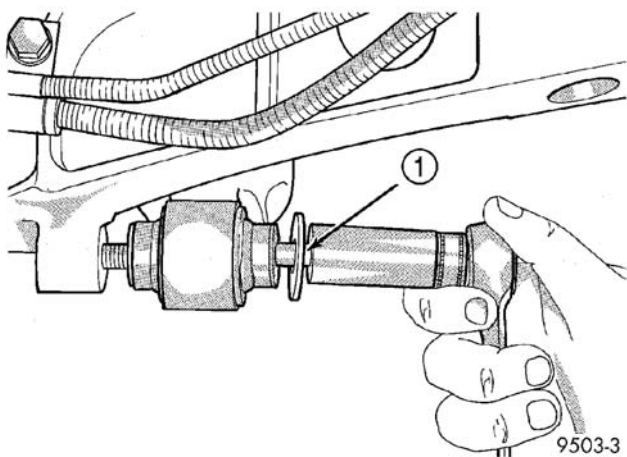

图 32 后减振器固定螺栓
(2) 将一个辅助通用千斤顶或变速箱千斤顶置于后桥下，朝向需要更换板簧的那一侧。千斤顶垫应刚好接触到后桥。
(3) 卸下减振器下固定螺栓（图 32）。